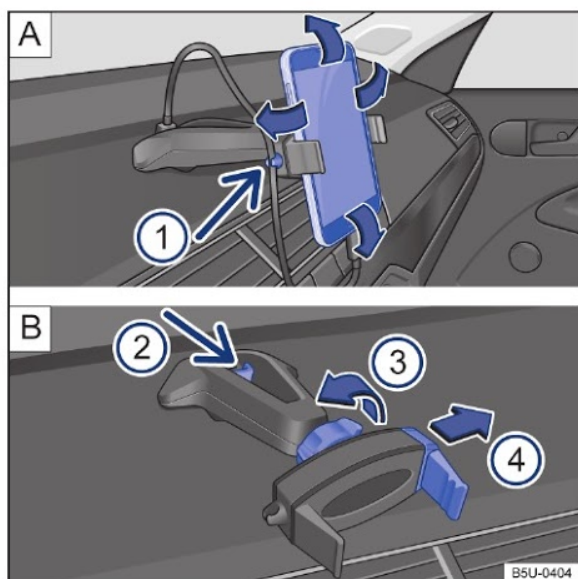

Fig. 146 No console central: suporte para smartphone e ajustes.
- Segurar o suporte com uma mão e pressionar o botão de destravamento → Fig. 146 B ② (seta).
- Com a haste → Fig. 146 B ④ deslocar no sentido da seta, e instalar o smartphone no alojamento.
- Com a outra mão deslocar a haste → Fig. 146 B ④ até que seja possível remover o aparelho do alojamento.
- Colocar o cabo USB na entrada carregador USB do suporte existente no painel de instrumentos → Fig. 146 A.
- Prender o cabo no suporte → Fig. 146 A ①.
- Para liberar o movimento do suporte, girar a trava → Fig. 146 B ③ no sentido contrário da seta.
- Para fixar a posição, girar a trava no sentido da seta ③ → Fig. 146 B até a fixação total do suporte.
i O suporte para smartphone tem garantia de 3 anos, com exceção da haste deslizante (garra) → Fig. 146 **B** ④ que tem garantia de 1 ano.